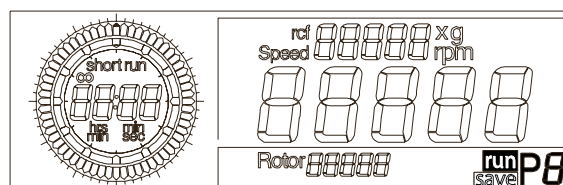

Abb. 5.16: Abrufen von Programmen; hier Programmnummer 8
- Drehen Sie den linken Drehknopf, bis im Anzeigenfeld "run" erscheint (siehe Abb. 5.16).